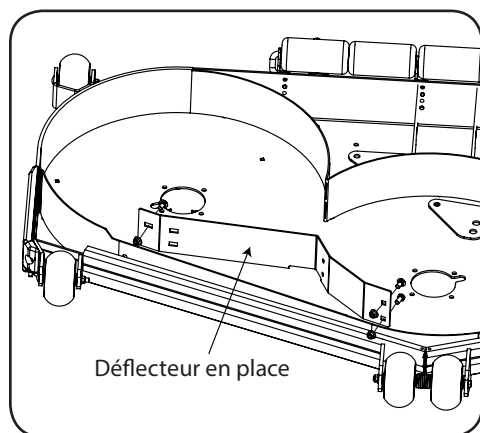

Figure 1-4
6. Retirez le déflecteur central en place en enlevant les boulons de carrosserie et les écrous à bride qui le fixent au plateau de coupe. Voir Figure 1-4.